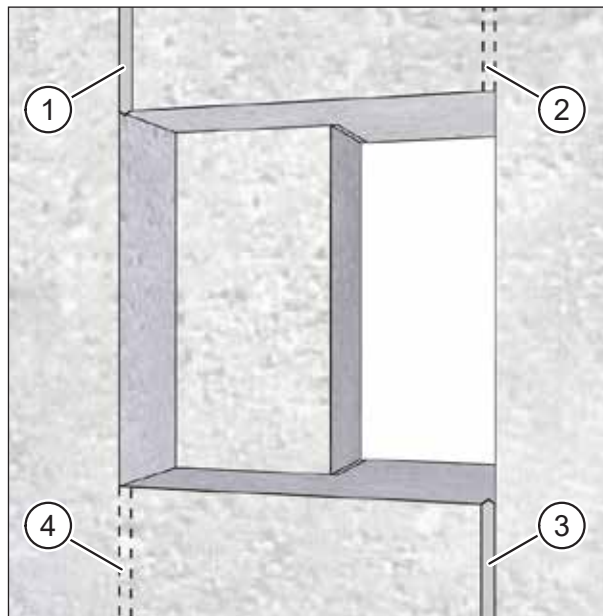

Fig. 10 : Fraiser des rainures pour les câbles de raccordement
- ▶ Fraisez un conduit de câbles pour le câble d'alimentation (pos. 1 dans Fig. 10) et, le cas échéant, un conduit de câbles pour le câble de commande (pos. 3 dans Fig. 10).
- Les rainures dans Fig. 10 sont montrées à titre d'exemple. Des variantes de rainures sont représentées en pointillés (pos. 2 et pos. 4 dans Fig. 10). En ce qui concerne l'installation électrique ultérieure, il est recommandé d'approcher le câble d'alimentation par la gauche et, le cas échéant, le câble de commande par la droite, contre l'ouverture dans le mur.